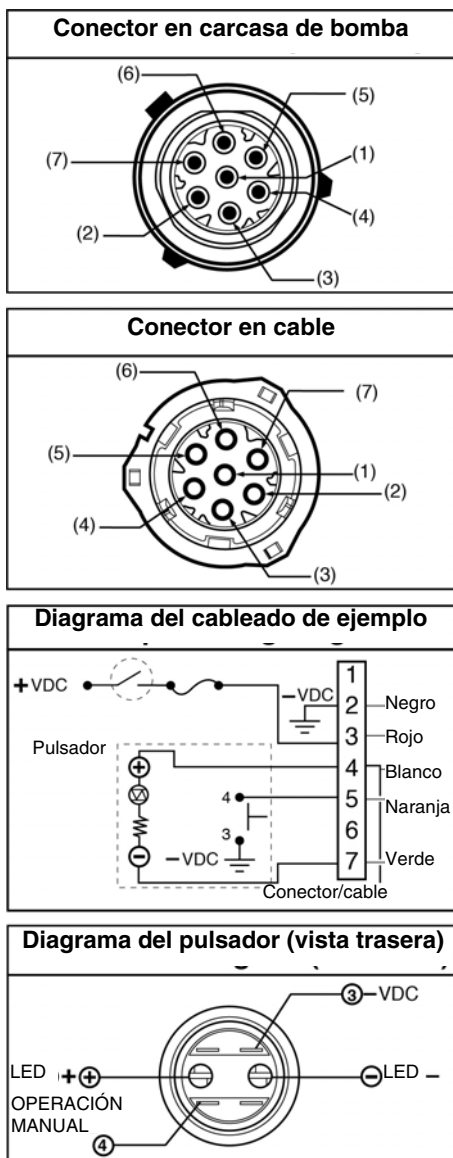

FIG. 17
5. Limpie la zona alrededor del pulsador para montar la etiqueta (55) dentro de la cabina. Adhiera la etiqueta a la superficie de montaje.
6. Conecte el conector de cableado (52) al pulsador y a la bomba. Consulte la Tabla Clavija y color del cable relacionado (abajo) y la información de cableado mostrada en la FIG. 17, página 17.
### Clavija y color del cable relacionado (FIG. 17)